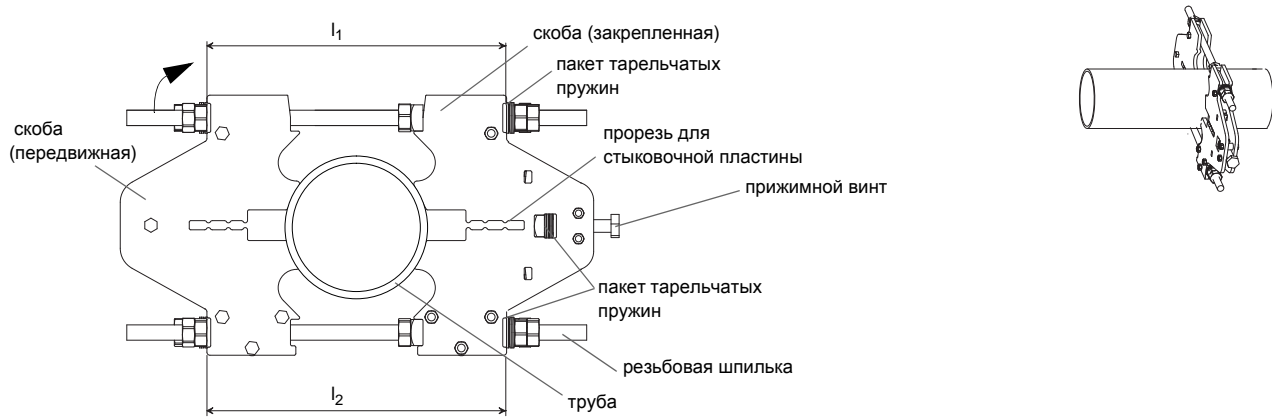

Рис. 3.2: Крепление к трубе, установленное на трубе (вид спереди)
Крепление к трубе имеет 2 скобы, которые связаны 2-мя резьбовыми шпильками (смотри Рис. 3.2). Одна скоба может перемещаться по резьбовым шпилькам. Другая скоба зафиксирована гайками на резьбовых шпильках. Имеются прижимной винт для крепления стыковочной пластины и 3 пакета тарельчатых пружин для компенсации изменений диаметра трубы из-за температурных колебаний.
- Почти полностью отвинтите гайки на резьбовых шпильках со стороны передвижной скобы (смотри Рис. 3.2).
- Выдавите резьбовую шпильку из передвижной скобы (смотри стрелку в Рис. 3.2).
- Затяните попеременно обе гайки таким образом, чтобы крепление трубы не заклинило или сдвинулось с места. Расстояния l_1 и l_2 должны быть одинаковыми (смотри Рис. 3.2).